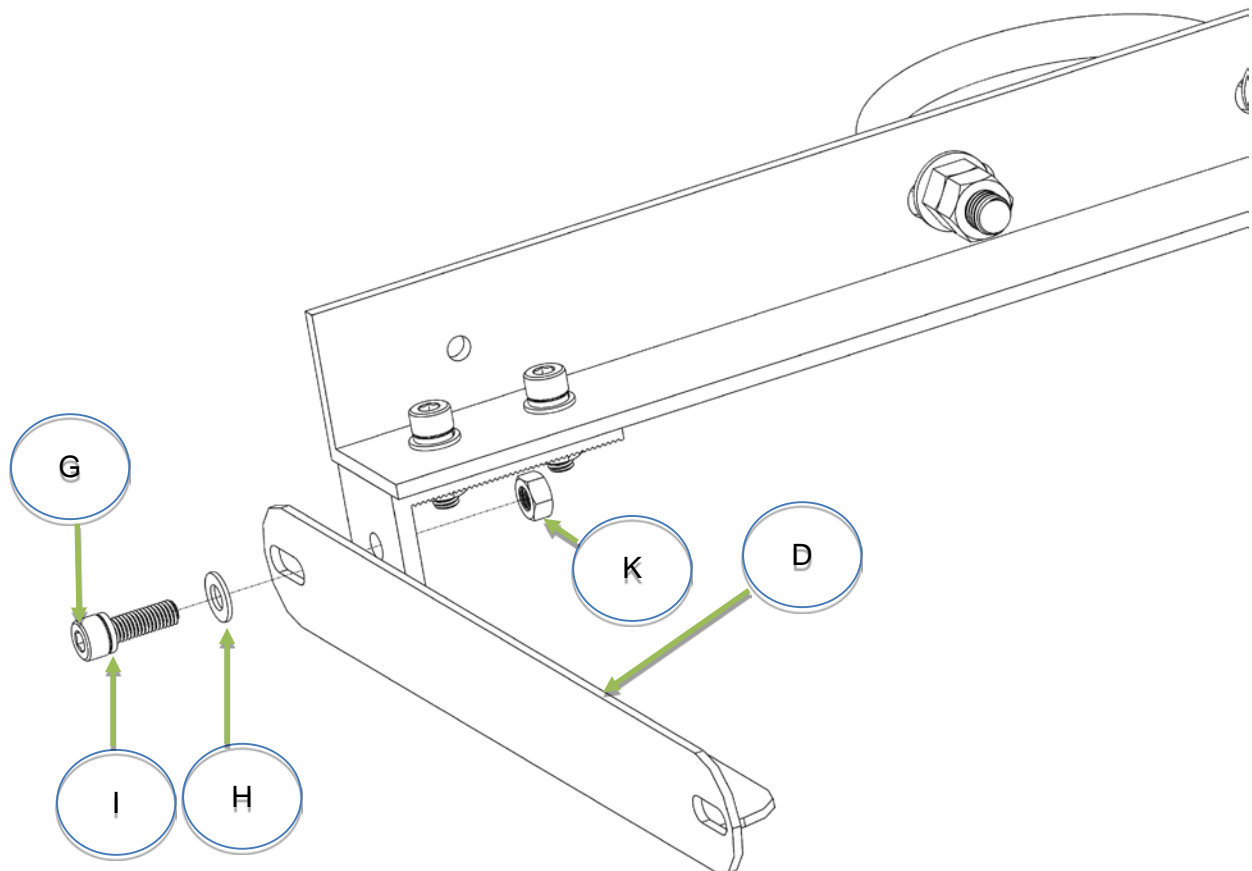

Figura 3
- A. Nivele el Brazo de Apoyo (D) a soporte en L (C) y alinee los agujeros.
- B. Coloque la arandela en la Superficie del Brazo de Apoyo (D) y alinee los agujeros.
- C. Pase Pernos de Cabeza del Casquillo (G) a través de Brazo de Apoyo (D), y el soporte en L (C).
- D. Fíjelo con tuercas pequeñas (K).
- D. La orientación debe ser cercano a la **figura 3**.